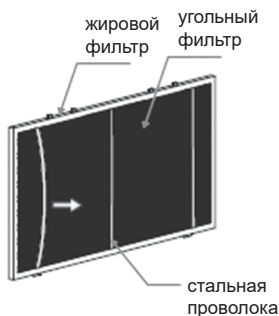

Рис. 1
2. Снимите стальную проволоку необходимой прочности, как показано на рис. 1.